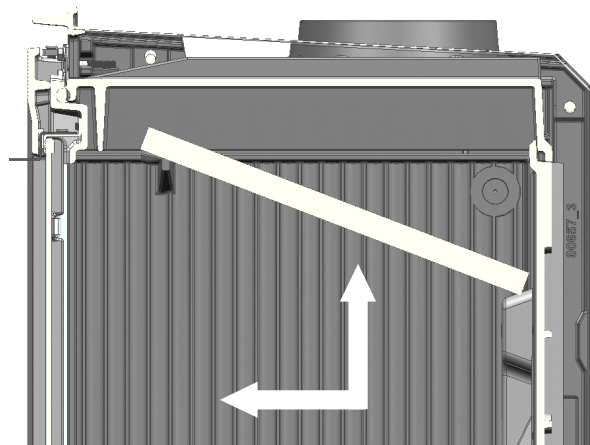

Fig. 1
1. Deslizar la placa deflector hacia delante y hacia arriba hasta sacar los pivotes de los laterales de los alojamientos del propio deflector (Fig.1)